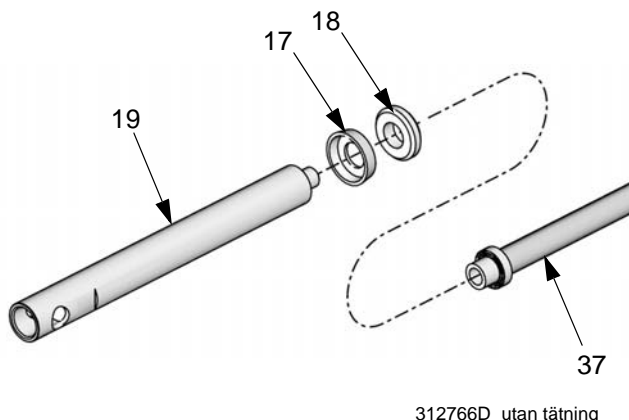

FIG. 18
1. Smörj tätningen (17) och lagret (18) med litumbaserat smörjfett nr 2.
2. Montera lagret (18) och kopptätningen (17) med kanterna vända nedåt mot pumpens kopplingsstång (37). Se FIG. 18.